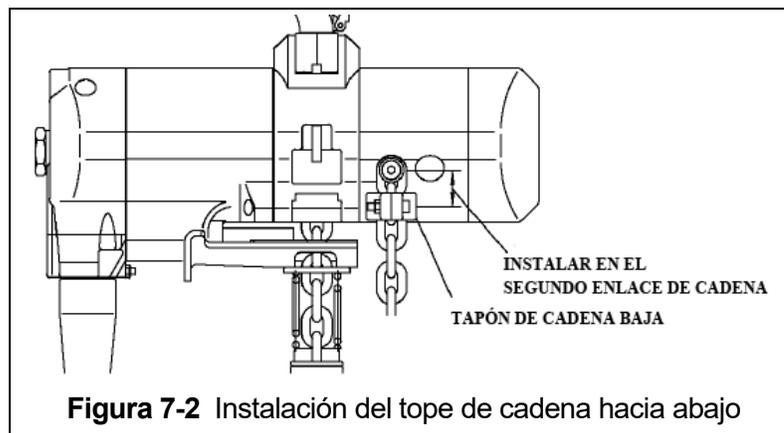
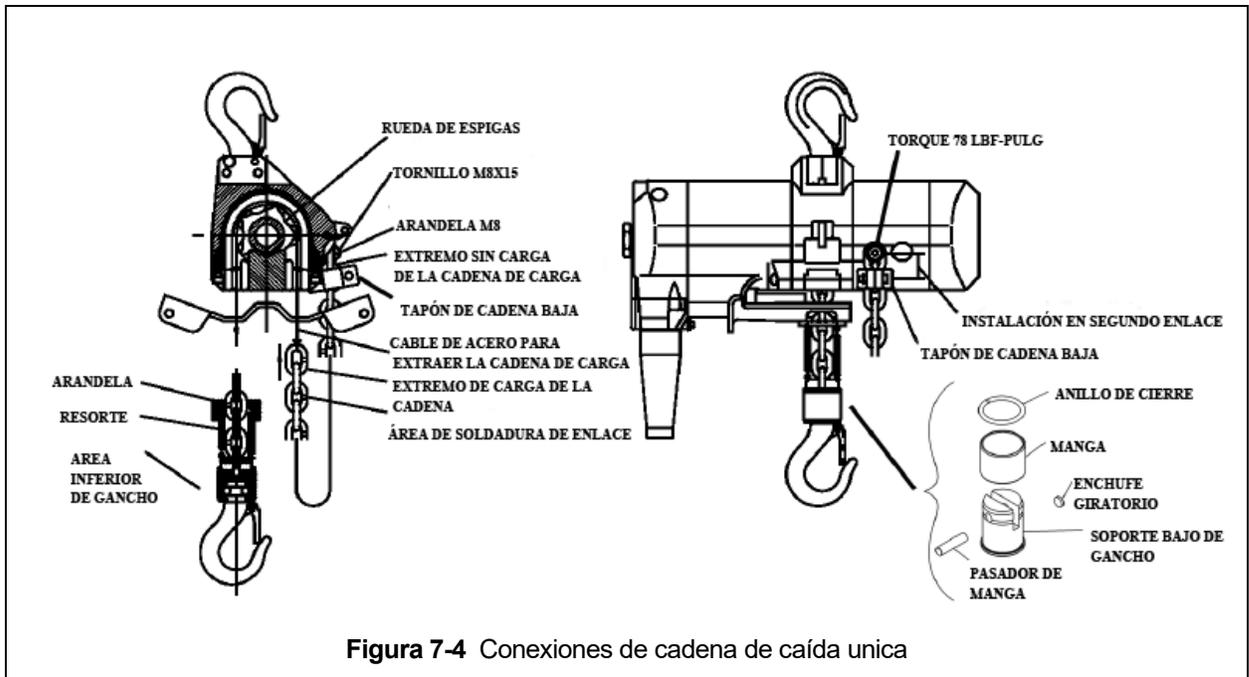

Figura 7-2 Instalación del tope de cadena hacia abajo
Figura 7-4 Conexiones de cadena de caída unica
- 7) Asegúrese de que la cadena permanezca libre de torceduras y fije el extremo sin carga de la cadena al cuerpo del polipasto/tecle con la arandela plana y el tornillo de cabeza de botón. Vuelva a instalar el juego completo del gancho inferior. Apriete el tornillo de cabeza de botón a 78 lbf-in. Consulte la figura 7-4 y la figura 7-5. Instale el tope de cadena en el segundo eslabón desde el extremo sin carga. Consulte la figura 7-2, a continuación.